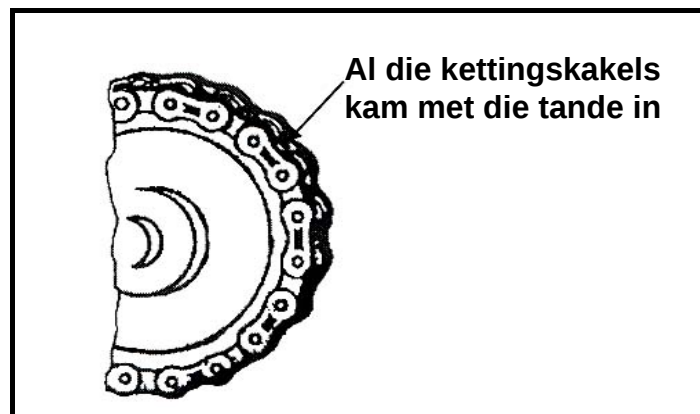

FIGUUR 1.4
1.14 Wat is die funksie van die selfrigkoeëllaer wat in FIGUUR 1.4 getoon word?